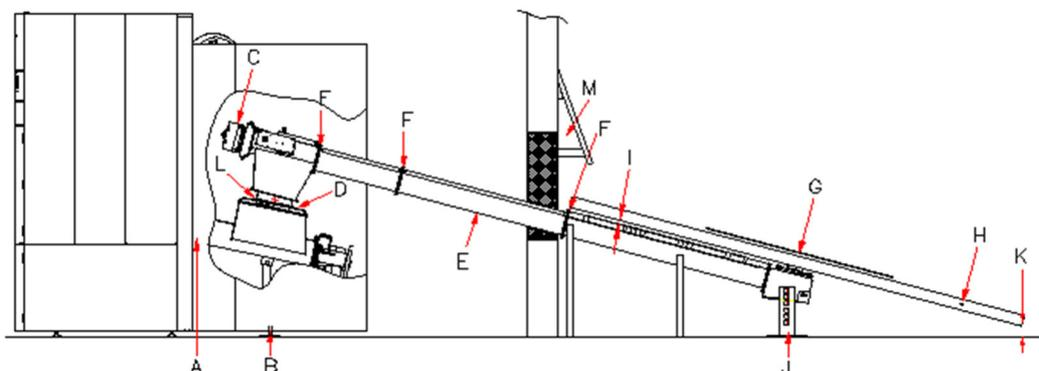

Fig: 5
18) Le montage du regard et de l'habillage mural correspondant est réalisé comme décrit ci-dessous et permet l'ouverture du local de stockage pour retirer éventuellement un objet bloqué dans la vis de l'agitateur, devant l'auge de la vis d'extraction. Le cloisonnement monté dans le local de stockage, voir Fig. 5, empêche le combustible stocké, de s'échapper.